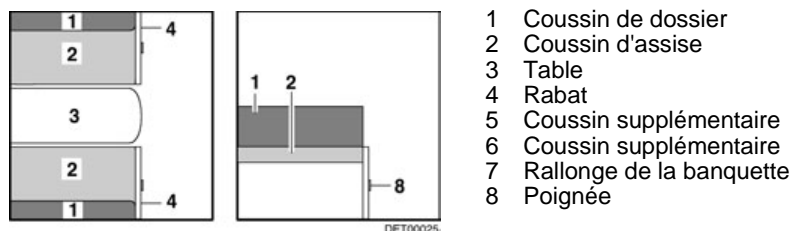

Fig. 94 Avant l'agrandissement
- Agrandir la table (Fig. 94,3) (voir paragraphe 7.7).
- Tirer sur la poignée (Fig. 94,8) et ouvrir le portillon (Fig. 94,4).